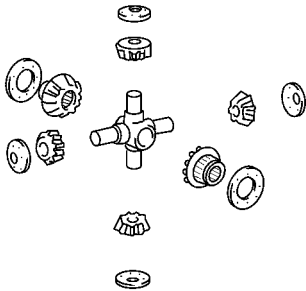

图 14-157 从差速器壳拆下各零件
(2) 从差速器壳拆下下列零件, 如图 14-157 所示。